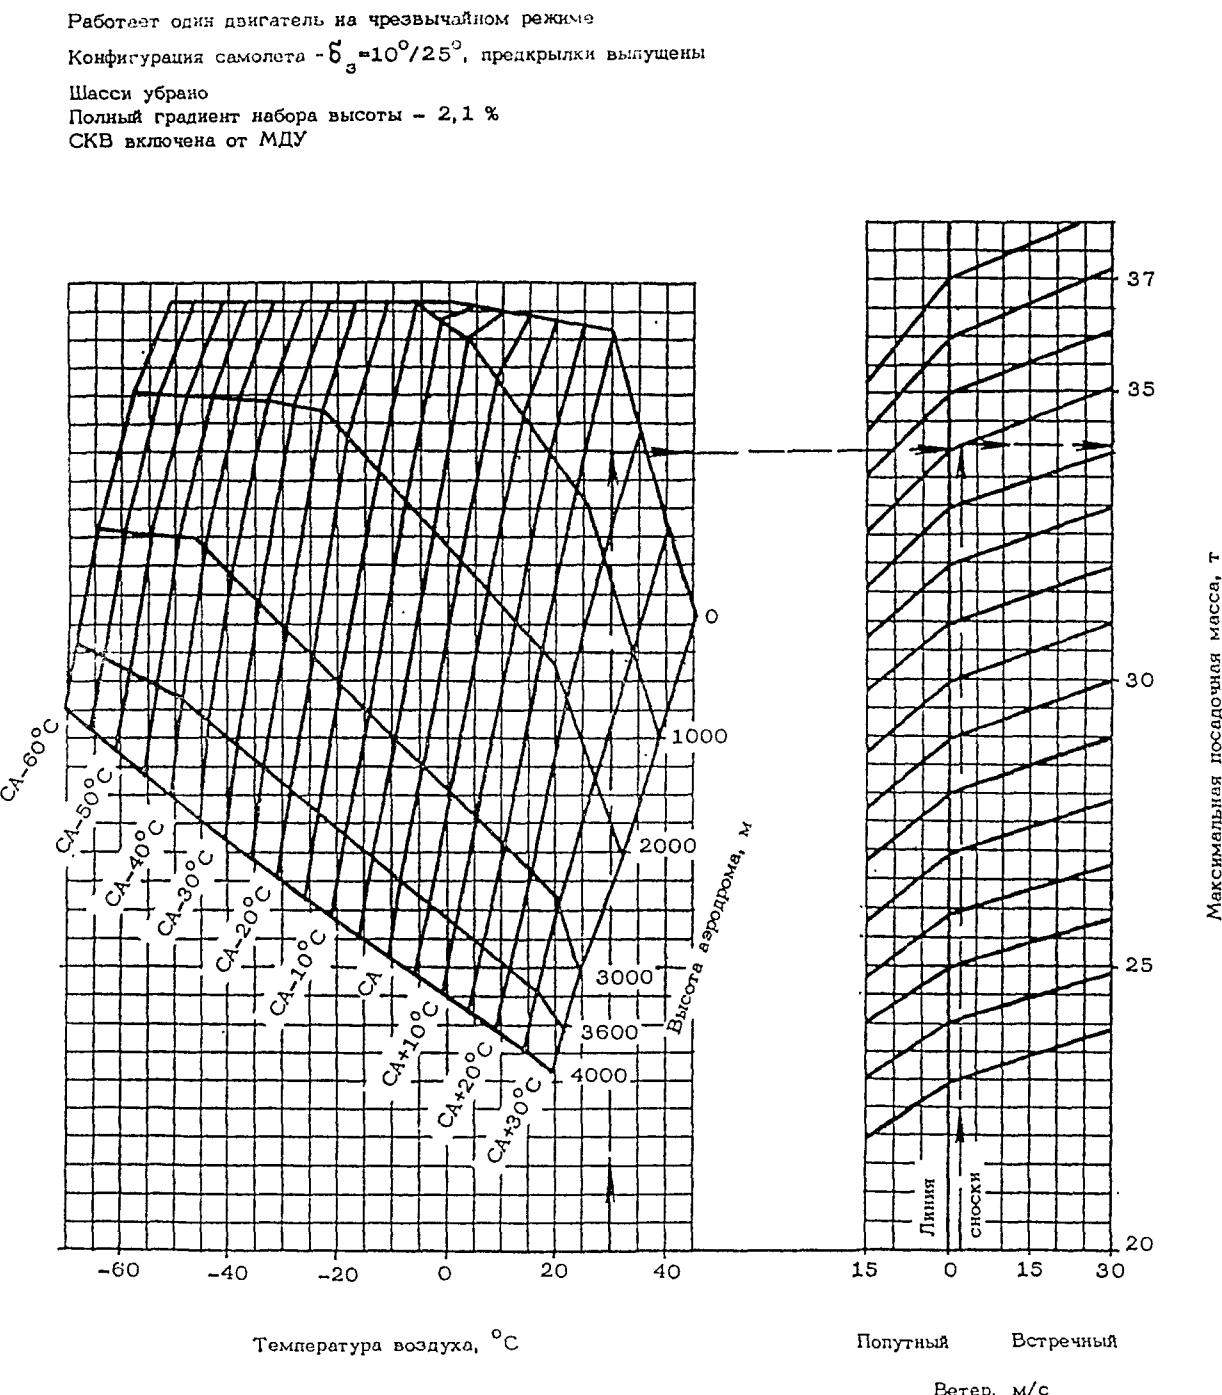

РИС. 54. МАКСИМАЛЬНО ДОПУСТИМАЯ ПОСАДОЧНАЯ МАССА
1. Определите максимально допустимую посадочную массу по рис. 54. Она равна 36 т.